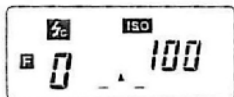

Fig. 10
1. Presser l'un des côtés de la touche UP/DOWN pendant que la touche ISO est pressée pour régler la vitesse du film (Figure 10).